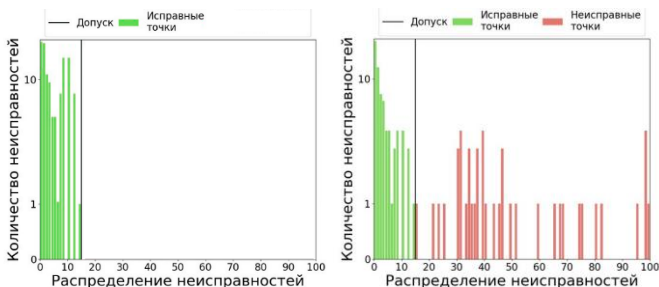

Рисунок 16. Гистограммы из отчетов тестирования плат.
- Найдите в верхней части каждого отчета гистограмму (Рисунок 16).